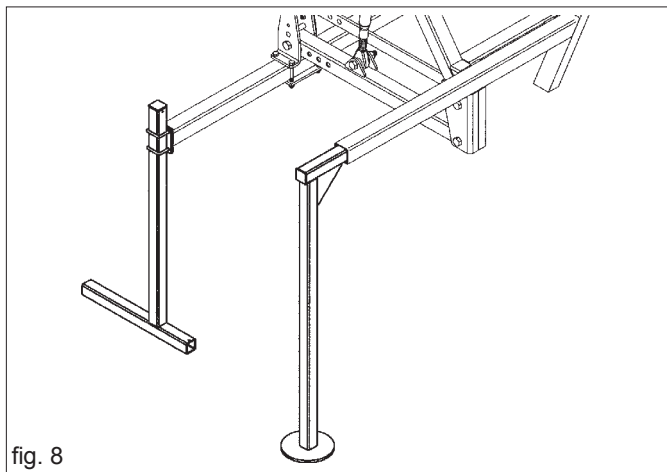

fig. 8
- insérer les pieds de support arrière en position de stationnement (Fig. 8);
- insérer les pieds de support avant en position de stationnement (Fig. 8).
- 6) Enlever les pieds d'arrêt (Fig. 8).